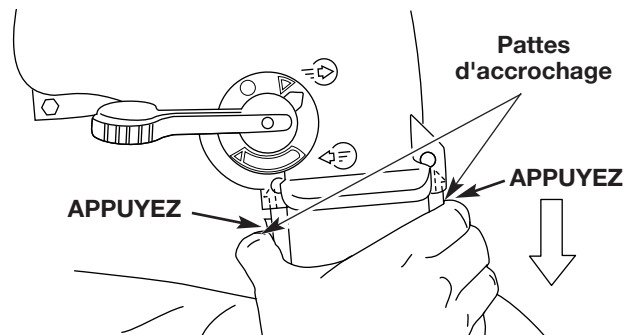

Fig. 20
2. Appuyez sur les pattes d'accrochage des deux côtés du tube du sac et retirez le sac de l'appareil vers le bas (Fig. 20).